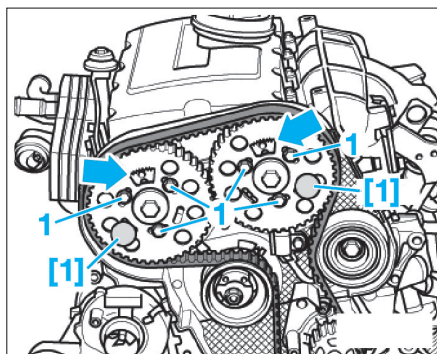

Fig. 21
- [1]. Outil de blocage du pignon d'arbre à cames (ref. 20102) (Fig.21).
- Amener le vilebrequin en position de calage, cylindre n°1 au PMH. Dans cette position, les parties dentées (flèches) des roues dentées d'arbres à cames doivent être dirigées vers le haut (Fig.21).
- Desserrer les vis (1) des roues dentées d'arbres à cames (Fig.21).
- Serrer les vis (1) sans les bloquer (Fig.21).